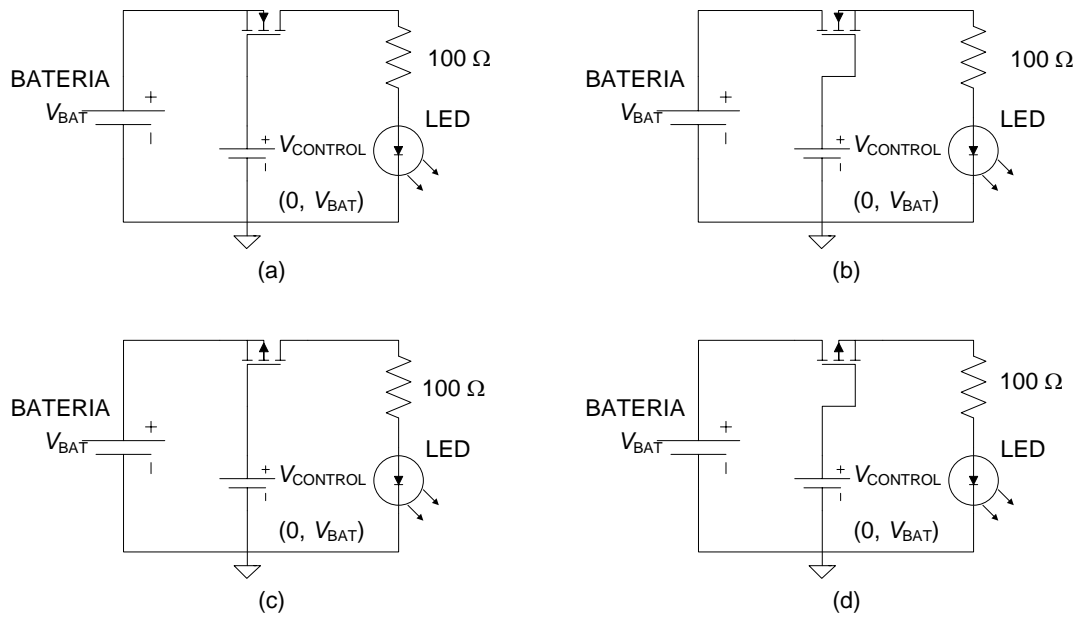

Figura 9 Configuraciones propuestas para controlar la iluminación de un LED.
Se proponen cuatro alternativas para implementar el interruptor controlado en el circuito de descarga, véase Figura 9. Nótese que en este esquema se ha utilizado una resistencia y un LED como carga, y la tensión de control puede ser 0 V y VBAT, correspondiendo a los márgenes de alimentación del ICL7665. Ambos niveles de tensión deben permitir los estados de conducción o bloqueo del interruptor formado por el transistor. En el estado de conducción, el transistor ha de permitir el paso de la corriente desde la batería hacia el LED. En el estado de bloqueo, el transistor ha de oponerse al paso de dicha corriente. Se considerará en el diseño que |VTH| es mayor que VBAT.
3. Identificad el tipo de transistor, terminales de drenador, fuente y puerta, y dirección del diodo parásito en cada una de las configuraciones propuestas en la Figura 9. Indicad cuáles de estas configuraciones es la adecuada considerando la dirección del diodo parásito.
4. Considerando la configuración de la Figura 9 (b),  $|V_{TH}|$  del transistor es 1,5 V y  $V_{BAT}$  es 3,6 V, determinad:
5. Considerando la configuración de la Figura 9 (c),  $|V_{TH}|$  del transistor es 1,5 V y  $V_{BAT}$  es 3,6 V, determinad:
¿Sería adecuado para el control de un transistor PMOS que controla el circuito de descarga (esquema de la Figura 9.c)? Justifique la respuesta.
2. Interruptor controlado: el profesor os proporcionará un PMOS FDN304 para probar los esquemas c) y d) de la Figura 9.
- a. Montad el circuito de la Figura 9.d y observar si se ilumina el LED cuando la tensión de puerta es  $V_{\text{BAT}}$  y  $0\text{ V}$ . ¿Se puede controlar el estado de conducción o bloqueo a partir de la tensión de puerta? ¿Por qué?
- b. Montad el circuito de la Figura 9.c y observar si se ilumina el LED cuando la tensión de puerta es  $V_{\text{BAT}}$  y  $0\text{ V}$ . ¿Se puede controlar el estado de conducción o bloqueo a partir de la tensión de puerta? ¿Por qué?